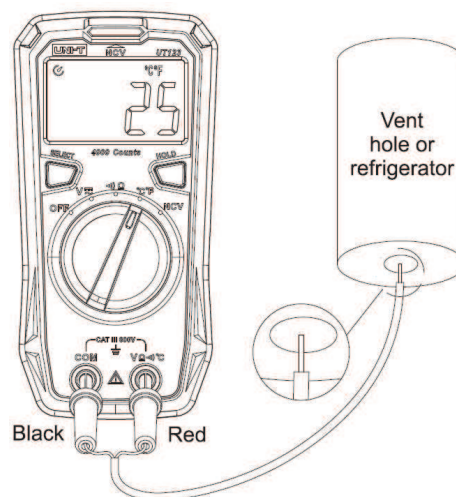

Рисунок 2
**4.4 Измерение температуры (Рисунок 2)**